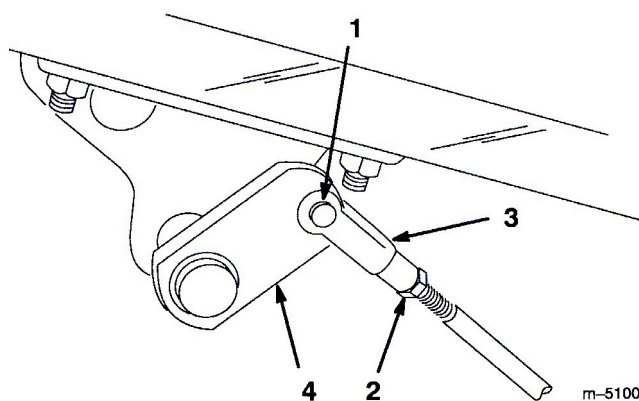

図 43
2. ブレーキが片効きであれば、コッター・ピンとクレビス・ピンを外して、ブレーキロッドを外す（図43）。
3. ジャムナットをゆるめ、クレビスを調整する（図43）。
4. クレビスをブレーキ・シャフトに取り付ける（図43）。